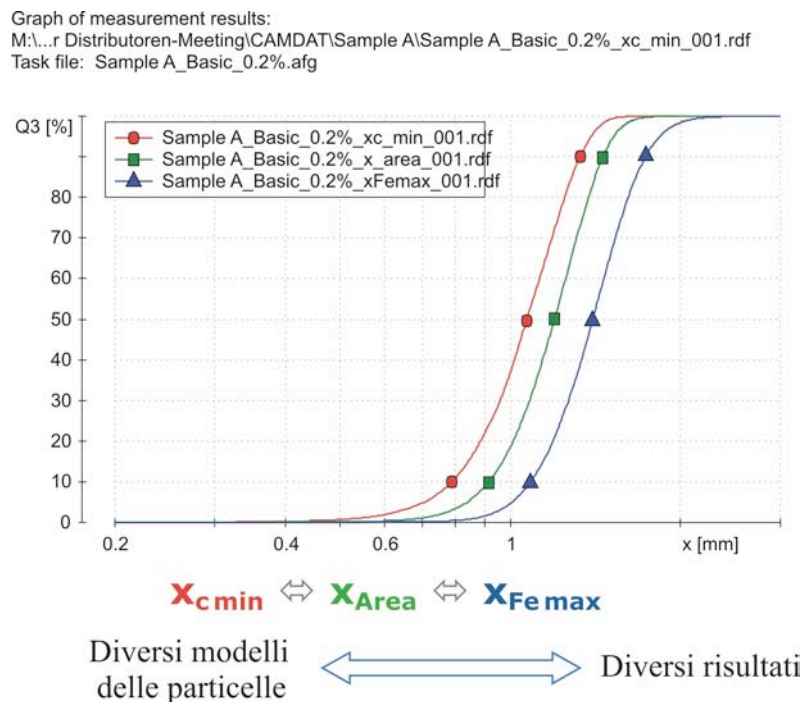

Figura 12. Curve cumulative relative a 3 misure effettuate sullo stesso campione A ma con 3 diversi modelli delle particelle.
La scelta del modello da utilizzare durante le misure dipende dal tipo di applicazione, ad esempio il modello x_{c_min} è considerato un parametro significativo per comparare i risultati del CAMSIZER con quelli del metodo della setacciatura, mentre x_{Fe_max} è spesso usato per i campioni estrusi (cioè allungati). La figura 12 mostra le differenze delle curve cumulative dello stesso campione (A) misurato con modelli diversi (x_{c_min} , x_{area} e x_{Fe_max}).